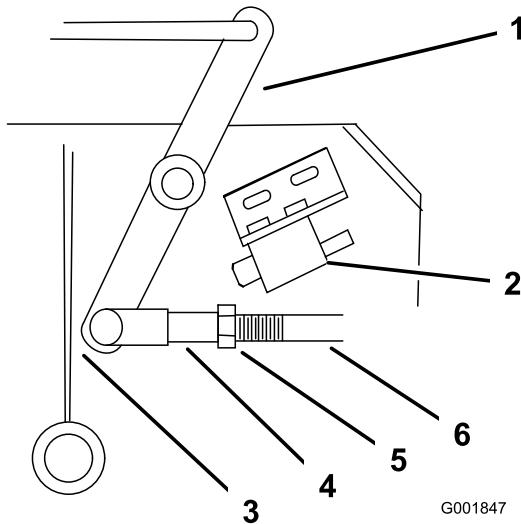

Figure 45
- Ajustez la longueur de la timonerie de sorte que l'extrémité la plus basse du levier coudé passe juste le gousset de support de l'essieu (Figure 45).
9. Desserrez l'écrou contre la chape (Figure 45).